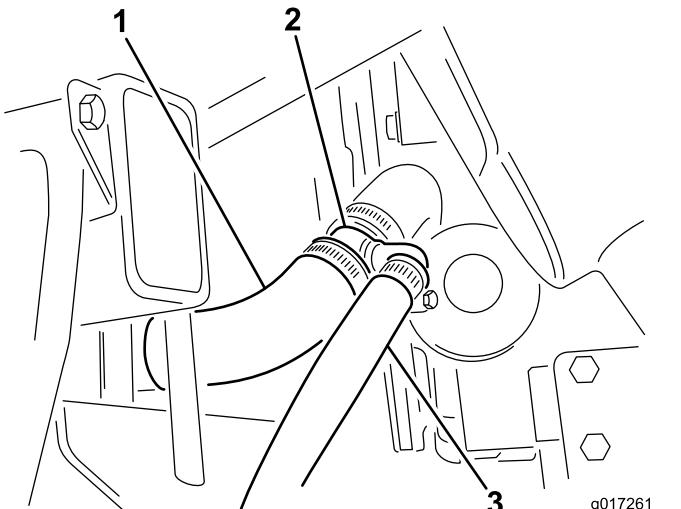

図 25
8. T字フィッティングを取り付けるバーブ鋸歯を 図25のように下に向けること。